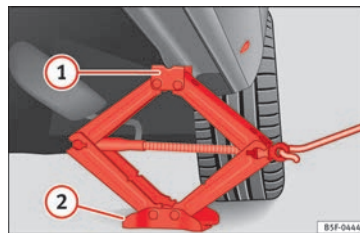

Fig. 74 Longherone: posizionamento del cric del veicolo.
- Ruotare il cric*, posto sotto il punto di appoggio del longherone, e sollevarlo finché la linguetta **①** » » » **fig. 74** non avrà raggiunto l'alloggiamento previsto.
- Allineare il cric* in modo tale che la linguetta **①** "si agganci" nell'apposito alloggiamento del longherone e la piastra di base mobile **②** resti appoggiata al suolo. La piastra di base **②** deve cadere sul lato verticale rispetto al punto di appoggio **①**.